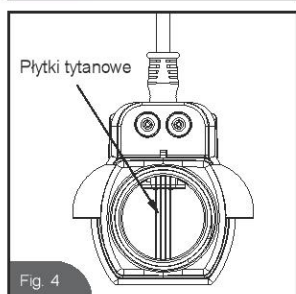

Fig. 4
4. Zajrzyj wewnątrz ogniwa elektrolitycznego w celu sprawdzenia czy nie osadził się w nim kamień (jasny kruchoy lub łuszczący się osad). Jeśli osadził się, przejdź do kroku 5, w przeciwnym wypadku przejdź do kroku 6 (patrz rys. 4).